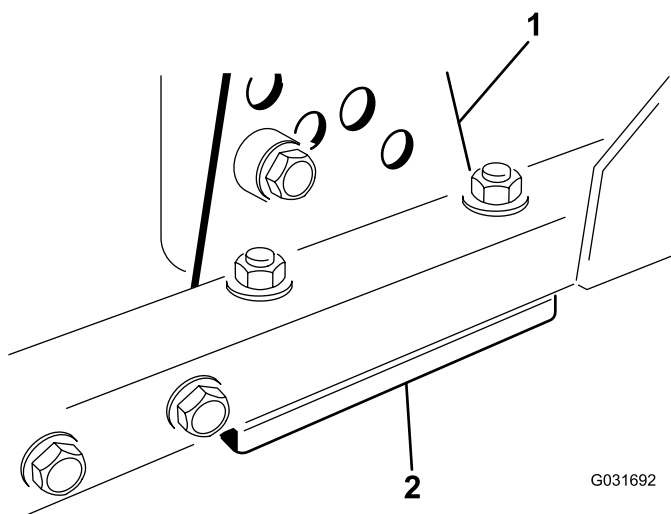

Figura 62
1. Retire o suporte da altura de corte, (frente, esquerda ou direita) da estrutura da plataforma (Figura 62).
2. Ajuste os calços de 1,5 mm e/ou de 0,7 mm entre a estrutura da plataforma e o suporte para obter a definição de altura pretendida (Figura 62).